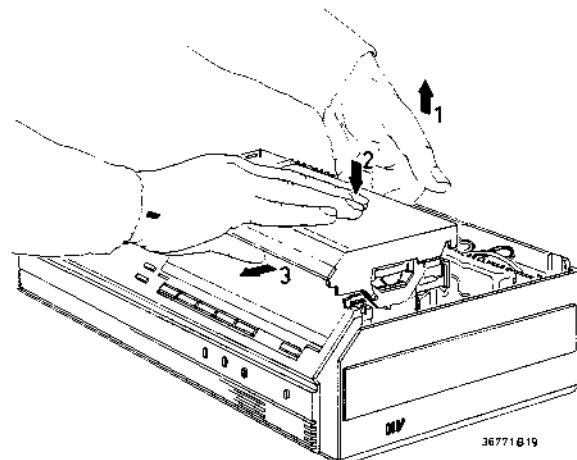

Fig. 2-1-1
2.1.2. Liftdeckel (Bild 2-1-1)